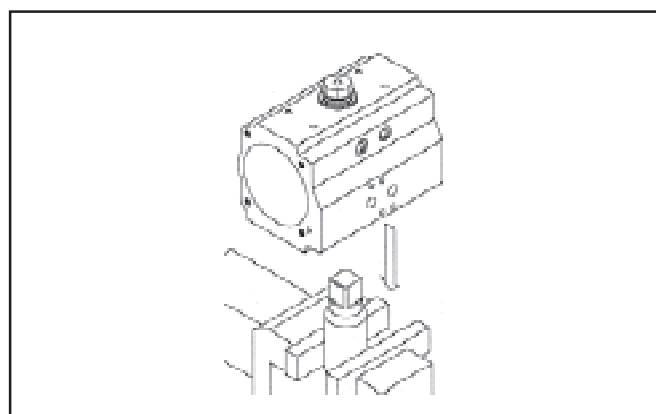

Fig. 20
## Montage des pistons (pièce N°25): (figure 20, 21, 22a et 22b)
- Tenir le corps ( 29 ) en position horizontale en serrant la sortie d'axe d'entraînement à l'étau ou en connectant l'entraînement inférieur d'axe à un carré mâle serre dans un étau comme indique figure 20.